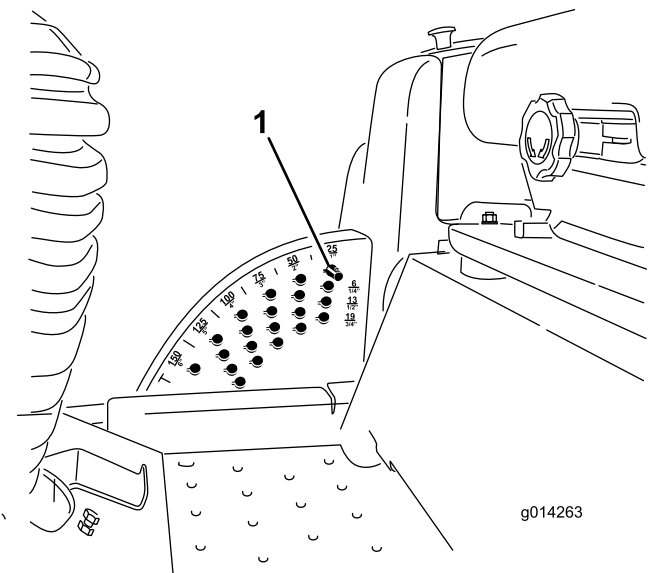

Figura 26
1. Con el motor en marcha, presione hacia atrás el interruptor de elevación de la carcasa hasta que la carcasa del cortacésped esté elevada del todo y **suelte el interruptor inmediatamente** (Figura 26).
2. Gire el pasador hasta que el nervio quede alineado con las ranuras de los taladros del soporte de altura de corte y retire el pasador (Figura 26).
3. Seleccione un taladro del soporte de altura de corte que corresponda a la altura de corte deseada, inserte el pasador y gírelo para bloquearlo en esa posición (Figura 26).
**Nota:** Hay cuatro filas de taladros (Figura 26). La fila superior corresponde a la altura de corte impresa encima del pasador. La segunda fila corresponde a la altura impresa más 6 mm. La tercera fila corresponde a la altura impresa más 13 mm. La fila inferior corresponde a la altura impresa más 19 mm. Para la posición de 15,2 cm hay un solo taladro, situado en la segunda fila. Esta posición no añade 6 mm a la altura de 15,8 cm.